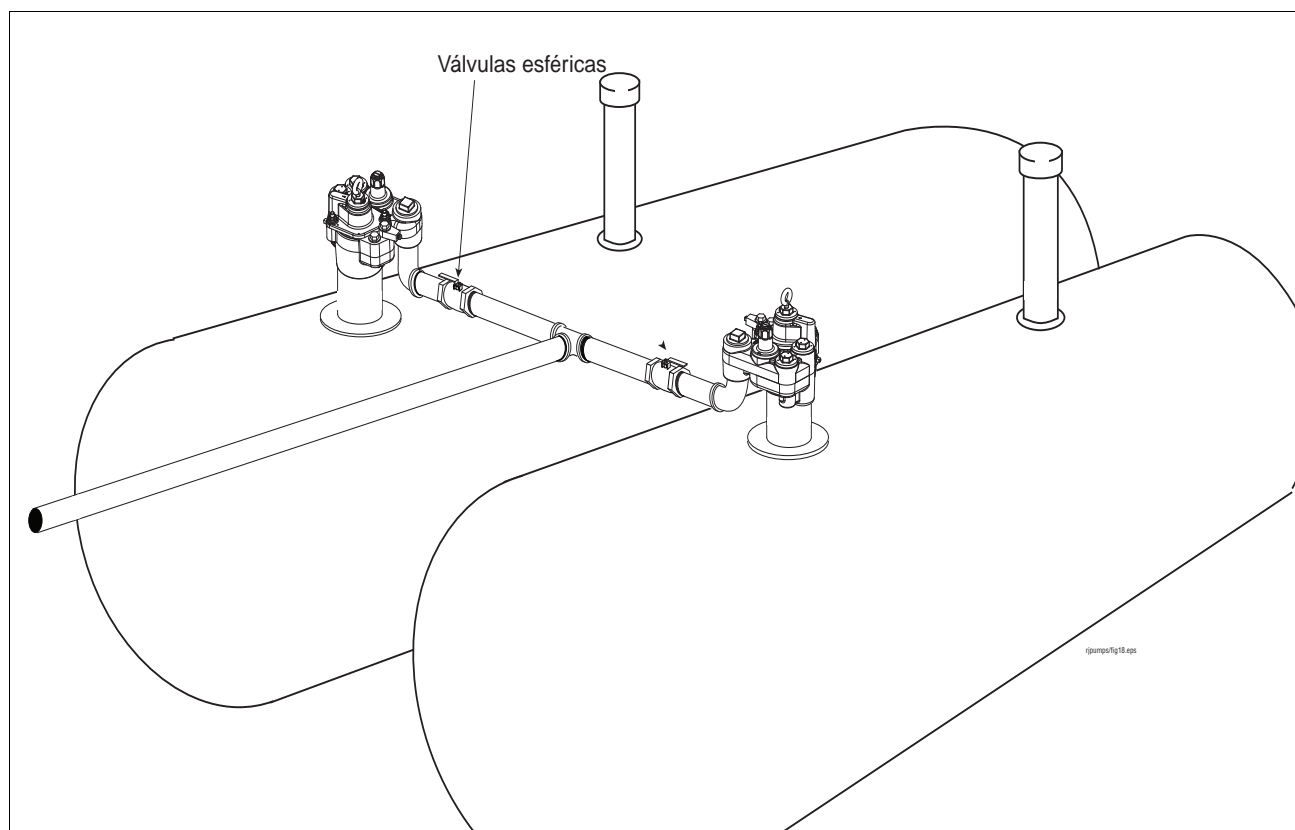

Figura 24. Bombas en tándem
Cuando se necesitan mayores índices de flujo, se pueden instalar dos bombas en el sistema de tubos mediante un colector. Si se instalan de acuerdo con Figura 24, los sistemas en tándem ofrecen apoyo auxiliar para que las operaciones puedan continuar si una bomba deja de funcionar.
**NOTA:** las válvulas esféricas se deben instalar en el extremo de la bomba de la tubería de descarga para que sea sencillo realizar el mantenimiento y solucionar problemas (vea Figura 24).